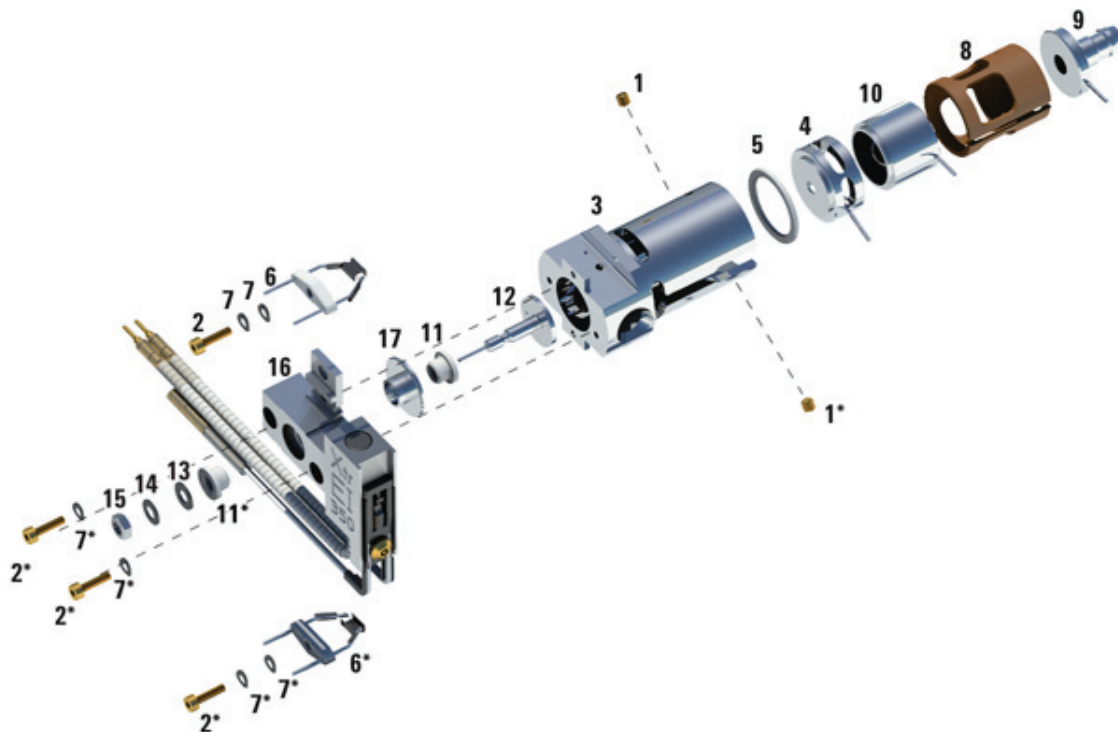

図 66. El Hydrolnert イオン源の組み立て
以下の手順を行う際には、**図 66** の部品分解図および 201 ページの**表 27** の EI Hydrolnert 部品リストを参照してください。
- 3 エントランスレンズとイオンフォーカスレンズを 200 ページの**図 66** に示す順でインシュレータに差し込みます。
表 27 El Hydrolnert イオン源の部品リスト (図 66)